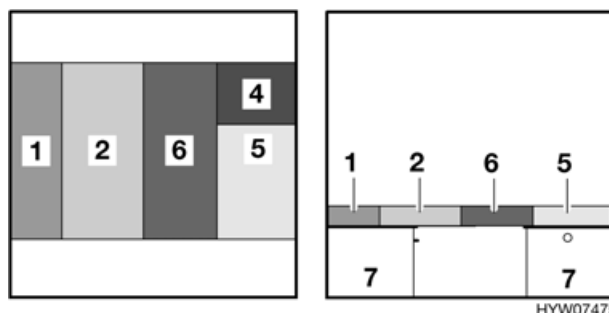

Fig. 36 Dopo la trasformazione
- Collocare il cuscino dello schienale (Fig. 36,1) completamente sulla parete esterna.
- Collocare il cuscino dello schienale (Fig. 36,4) completamente sulla parete posteriore al sedile.
- Posizionare i cuscini del divano (Fig. 36,2 e 5) sulle piastre del sedile estratte.
- Collocare il cuscino laterale (Fig. 36,6) tra il cuscino del divano (Fig. 36,2) e i cuscini (Fig. 36,4 und 5) sul sedile Vario.